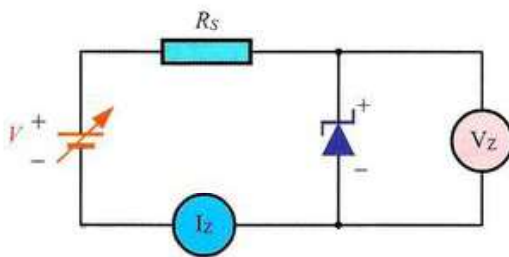

Figura 13.30. Verificación de un Zener.
Toma un diodo Zener, por ejemplo uno de $V_z = 12\text{ V}$, y mediante una fuente de alimentación de tensión ajustable (0 a 30 V, 0,5 A) y una resistencia limitadora de $2\text{ k}\Omega/1\text{ W}$, monta el circuito de la Figura 13.30.
- Monta el circuito de la Figura 13.30 en el entrenador didáctico y, antes de suministrar energía al primario del transformador, sitúa en su máxima resistencia al potenciómetro que simula a la carga variable.